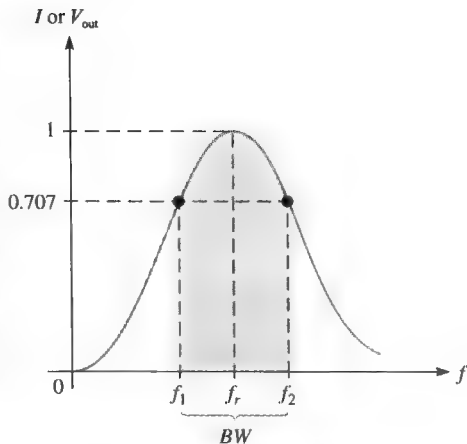

图 13-22 串联谐振带通滤波器的一般响应曲线
带通滤波器的带宽 (BW) 是其电流等于或大于谐振频率点数值 70.7% 的频率范围。图 13-22 显示了带通滤波器响应曲线上的带宽。
滤波器输出为最大值 70.7% 的频率是截止频率。注意图 13-22 中, 低于 f_r 有一个对应 I (或 V_{out}) 等于谐振值 (I_{max}) 70.7% 的频率 f_1 , 通常称为下截止频率; 高于 f_r 也有一个对应 I (或 V_{out}) 等于谐振值 (I_{max}) 70.7% 的频率 f_2 , 通常称为上截止频率。关于 f_1 和 f_2 还有一些其他的名称: -3dB 频率、临界频率、带频和半功率频率 (术语分贝缩写为 dB 的定义在本节稍后给出)。